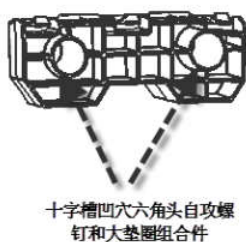

图 2-3-1 后保险杠左后支架拆卸示意图
(1) 用 10# 套筒将图 2-3-1 所示的 2 个与车身连接的六角头螺母卸下;